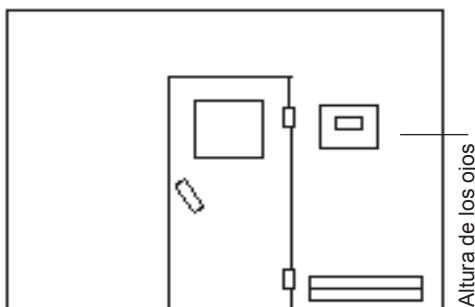

Fig. 3
1. Los orificios $\varnothing 3$ mm para los tornillos de madera suministrados 4 x 20 mm se colocan siguiendo las dimensiones indicadas en la fig. 3 + 3.1.